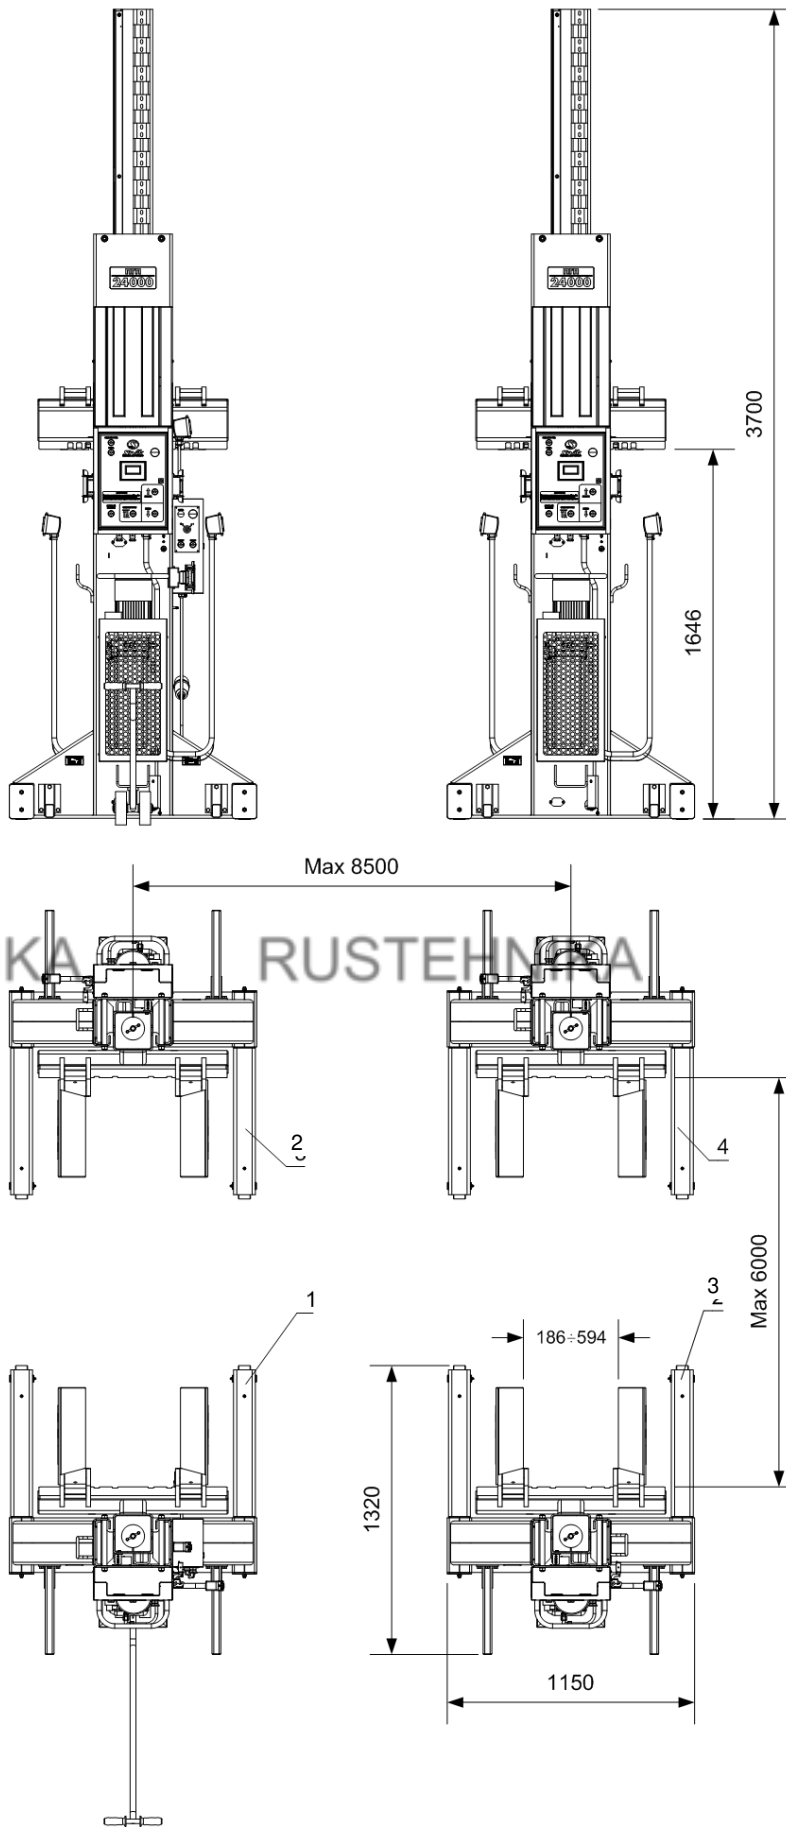

Рисунок 4.1 - Общий вид подъемника ПГП-24000/4
4.1 Подъемник состоит из: модель ПГП-24000/4 (рисунок 4.1) – четырех стоек – главной №1 и второстепенных №№ 2, 3, 4; модель ПГП-36000/6 (рисунок 4.2) – шести стоек - главной №1 и второстепенных №№ 2, 3, 4, 5, 6. Подъемник модели ПГП-24000/4 возможно переоборудовать в подъемник модели ПГП-36000/6 при дополнительном приобретении стоек (от модели ПГП-36000/6) №5 и №6.